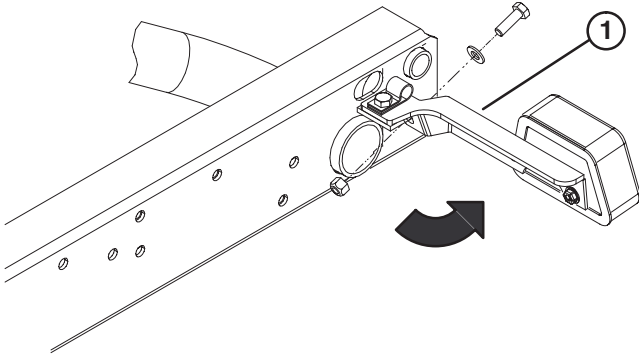

Figure 1
1. Desserrez les contre-écrous et les vis qui fixent les supports de feux de position arrière aux supports droit et gauche du châssis (Fig. 1).
3. Fixez chaque support de feu de position arrière au dos des supports du châssis à l'aide d'une vis 5/16-18 x 1 pouce, d'une rondelle plate de 0,344 pouce de D.I. et d'un contre-écrou, comme illustré à la Figure 1.